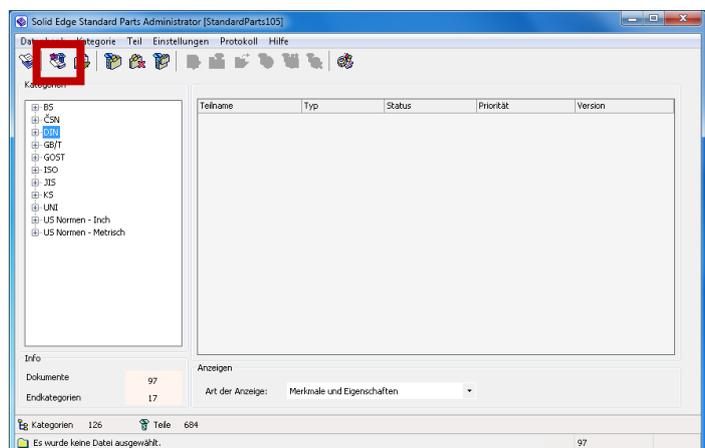
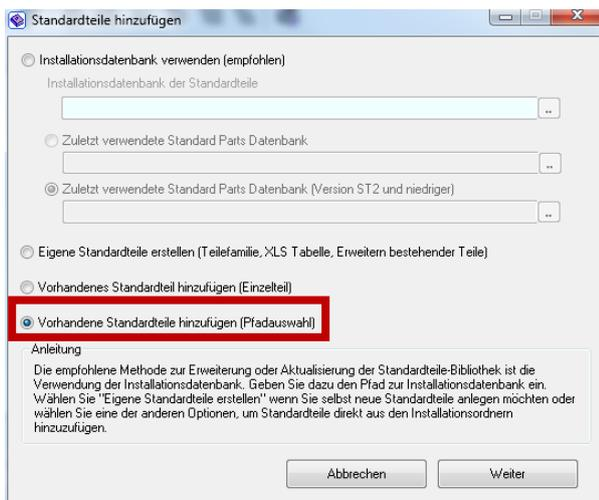

Abbildung 10
Abbildung 11
4. Klicken Sie auf den Button „Teile in der Datenbank registrieren“ (Abb. 10), stellen die Option „Vorhandene Standardteile hinzufügen (Pfadauswahl)“ ein (Abb. 11) und klicken auf „Weiter“